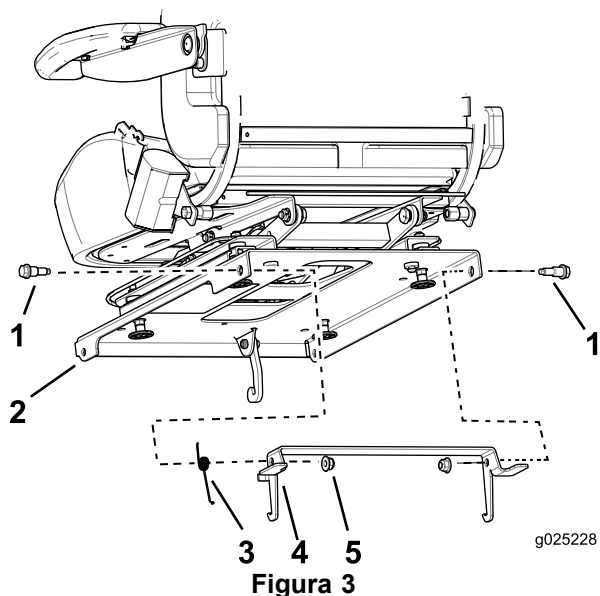

Figura 3
1. Instale el enganche del asiento y el muelle en el asiento con 2 pernos de cuello largo (3/8 x 1-1/8 pulgadas) y 2 tuercas con arandela prensada (3/8 pulgada) (Figura 3).